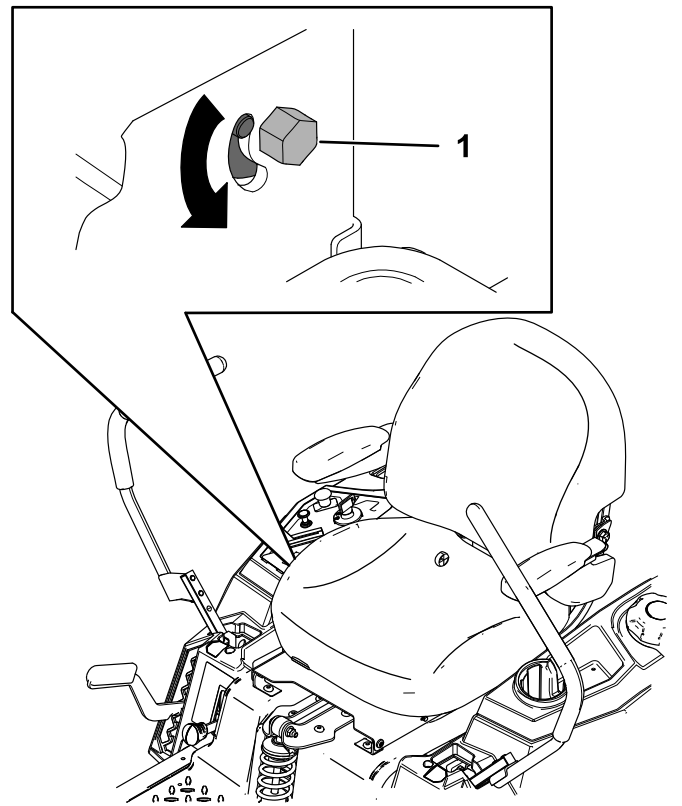

図 50
3. 調整が必要な側の走行コントロールレバーの近くにあるトラッキング調整ボルトを探し出す 図 50。